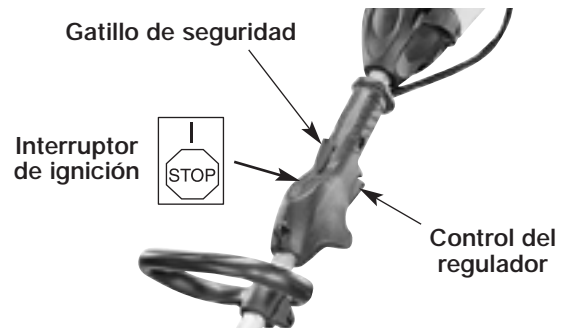

Fig. 5
2. Colocar el interruptor de ignición en la posición Marcha (Fig. 5).
5. Tome la manija firmement - presione el gatillo de seguridad y estrangule el obturador hasta la posición de Estrangulación Total (Fig. 5).
1. Colocar el interruptor de ignición en la posición Marcha (Fig. 5).